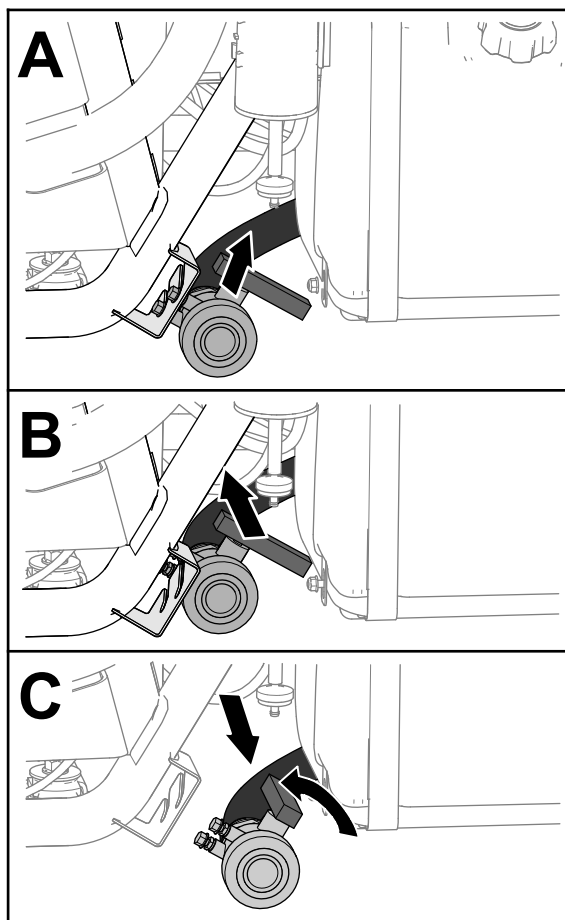

Figura 27
2. Localice la válvula de vaciado del depósito, situada en el lado izquierdo de la máquina, por delante del depósito de combustible (Figura 27).
3. Levante la válvula y muévala hacia dentro hasta que los espárragos de montaje de la válvula salgan de las ranuras del soporte de la válvula de vaciado, y mueva la válvula hacia atrás (Figura 27).
4. Alinee el extremo de la válvula con el recipiente de vaciado y gire la palanca de la válvula en sentido antihorario a la posición de abierto (Figura 27).
5. Cuando el depósito se haya vaciado por completo, gire la maneta de la válvula de vaciado a la posición de cerrado y monte la válvula en el soporte de la válvula de vaciado (Figura 27).